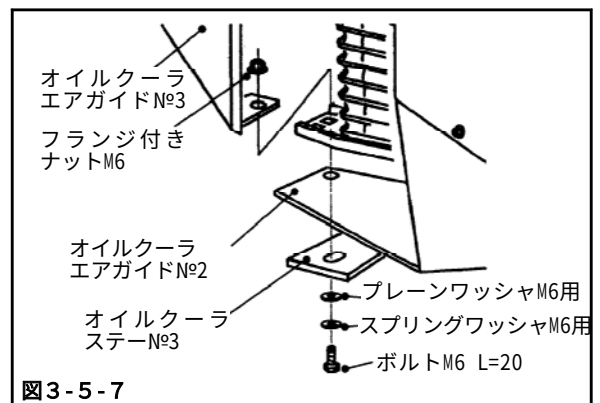

図3-5-7
(8) オイルクーラエアガイド№3,オイルクーラコア,オイルクーラエアガイド№2をオイルクーラステー№3に仮付けしてください。(図3-5-7)